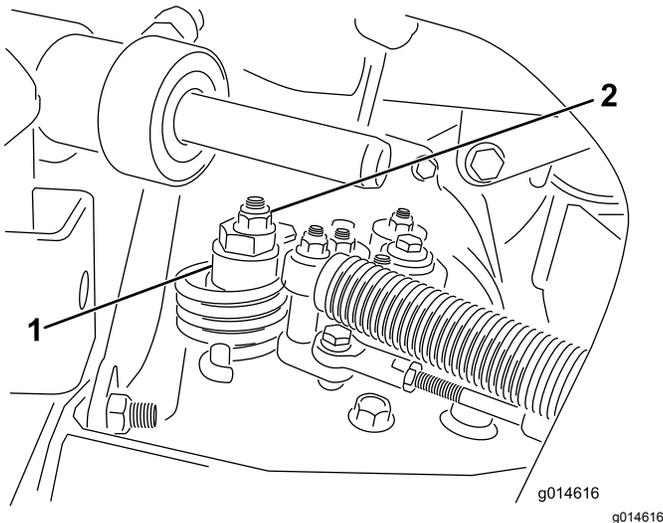

图38
- A. 松开将偏心螺栓固定到静液压泵顶部的螺母图 38。
- C. 旋转偏心螺栓直到不再出现任何方向的缓慢前移。当轮子停止旋转时旋紧螺母锁定偏心螺栓和调整图38。将油门移至慢速和快速位置验证调节情况。